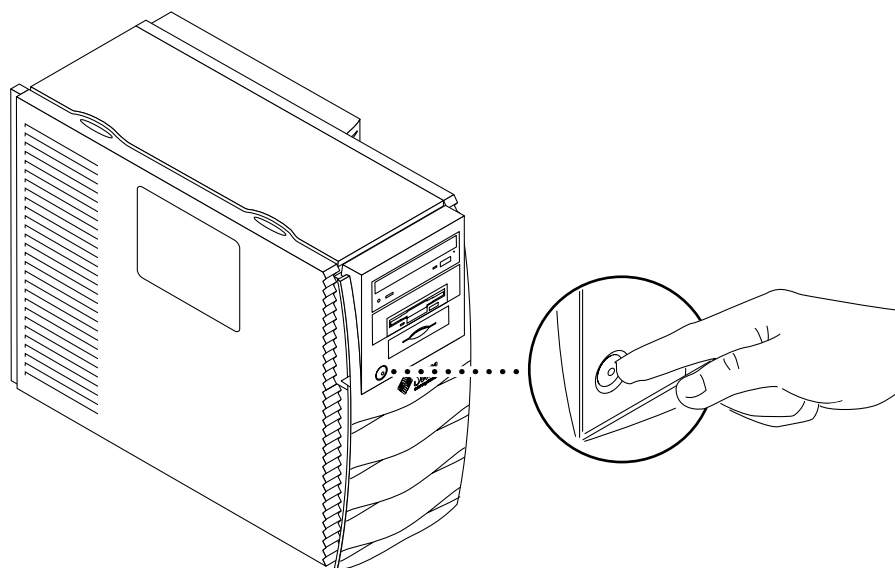

図 6 システムの電源切断
- a. 正面パネルの電源スイッチ (図 6 を参照) を押してすぐに離すと、すべてのプログラムおよびオペレーティングシステムが自動的に停止し、ワークステーションの電源が切断されます。
- a. 正面パネルの電源スイッチ (図 6 を参照) を押してワークステーションの電源を切ります。
- a. 正面パネルの電源スイッチ (図 6 を参照) を 4 秒間押し続けてワークステーションの電源を切ります。